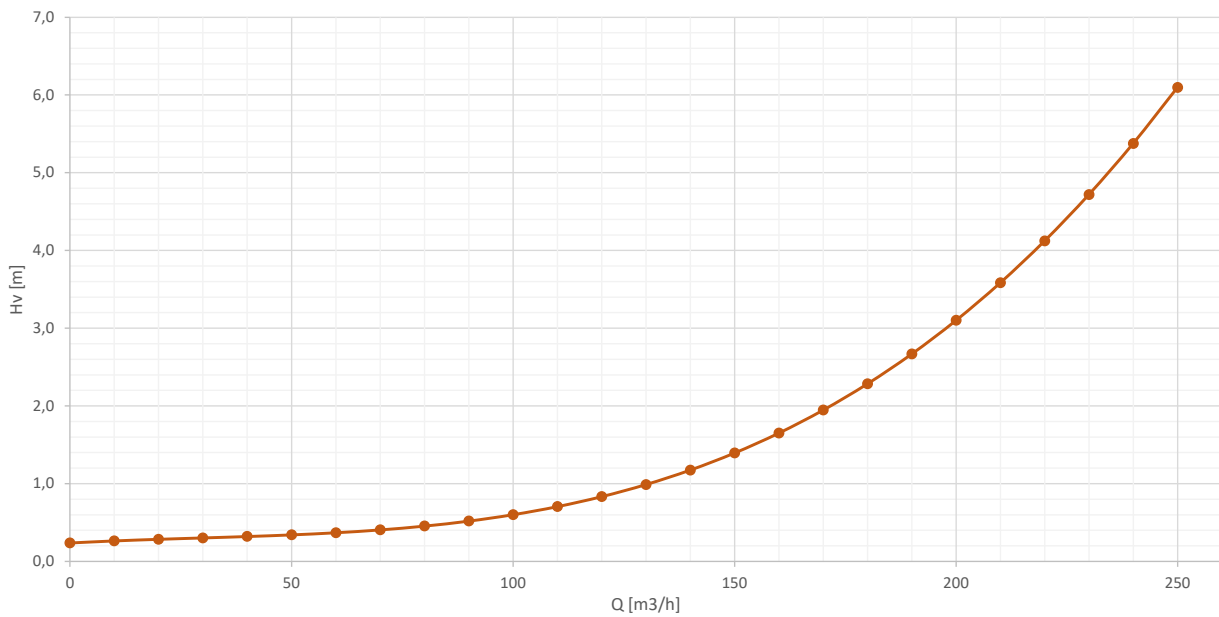

Fig. 7: Curva característica de pérdida de UPA S 200-135
1. Calcular y tener en cuenta la pérdida de altura de elevación a través de la válvula de retención de la curva característica de pérdida correspondiente. (⇒ Fig. 7)